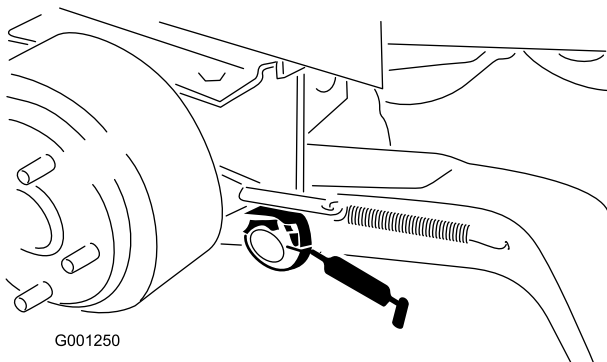

Figura 40
- Boccole girevoli del braccio di sollevamento (Figura 40)